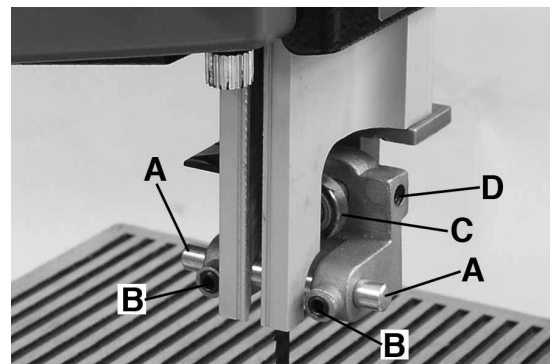

FIGURE 13
- 2) Glissez le support du guide de lame supérieur sur la tige jusqu'à ce que le rebord avant des guides (A) Fig.13 sont approximativement 1/32" à l'arrière gosier de la lame (à l'arrière des dents de la lame). Reserrez la vis sans tête.
- 5) Ajustez les guides de lame (A) Fig.13. Desserrez les deux vis sans tête (B) et poussez les contre les côtés de la lame. Assurez-vous de ne pas pincer la lame. Tournez la roue du haut. Assurez-vous qu'il n'y a pas un guide plus proche de la lame que l'autre. Reserrez les deux vis sans tête (B).
- 7) Ajustez le roulements à billes supérieur. Désérrez la vis sans tête (D) Fig.13 en utilisant une clé hexagonale.